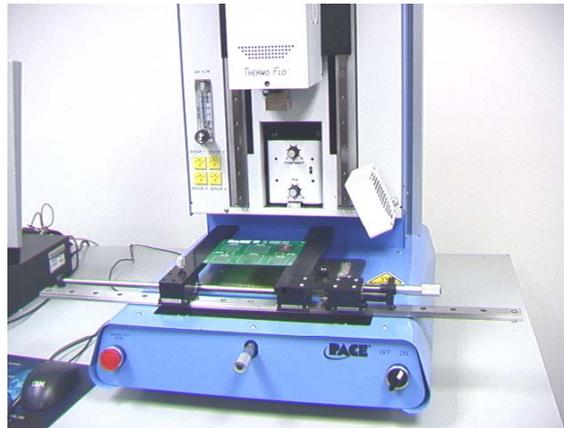

Abbildung 21
- xvi. Klicken Sie auf die grüne Schaltfläche "Place [Platzieren]", um die Steckverbindung zu senken. (Abbildung 21)
- v. Platzieren Sie die Leiterplatte zwischen den Armen der Leiterplattenhalterung und ziehen Sie die Befestigungsschraube fest. (Abbildung 21) Platzieren Sie die Leiterplatte so, dass der rote Laserzielpunkt etwa mittig über der Steckverbindung ist. Um die Leiterplatte nach vorne und hinten zu verschieben, bewegen Sie die Leiterplatte einfach in den Armen. Um die gesamte Einheit nach links und rechts zu verschieben, drücken Sie den Freigabegriff von sich weg und verschieben die Einheit. Ziehen Sie den Freigabegriff wieder zu sich, um die Einheit zu fixieren. (Abbildung 21)